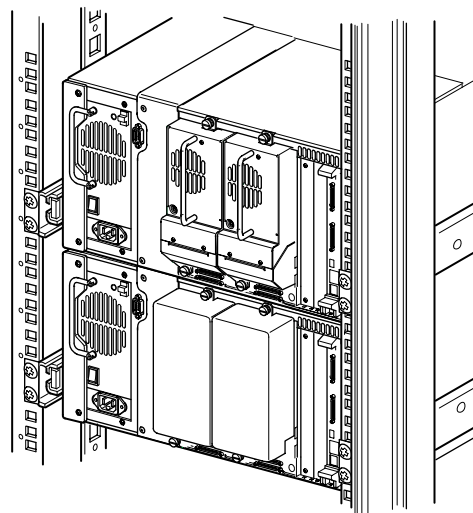

図2-6: MSL5026/MSL5030ライブラリのインストール (図は9000ラック エンクロージャを示しています)
- 『hp StorageWorks MSL5000シリーズ ライブラリ ユーザ ガイド』の手順に従って、図2-6に示すように、2台のMSL5026/MSL5030ライブラリをインストールします。